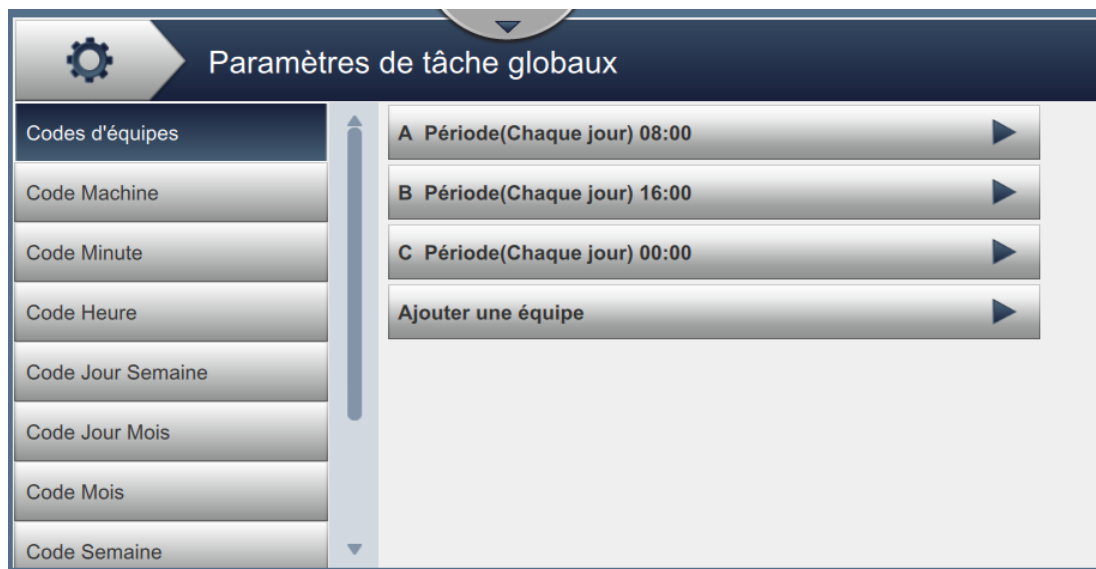

Figure 6-15 : Paramètres de tâche globaux
1. Appuyez sur le bouton  dans l'écran Outils. L'écran Paramètres de tâche globaux s'ouvre, tel qu'illustré dans la Figure 6-15.